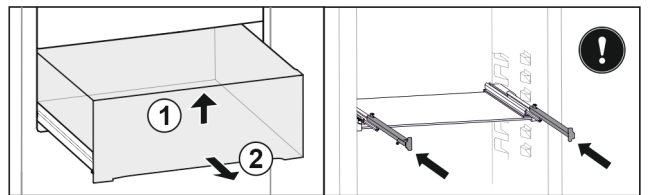

Fig. 82
- Schubfach vorne anheben. Fig. 82 (1)
- Schubfach nach vorne entnehmen. Fig. 82 (2)